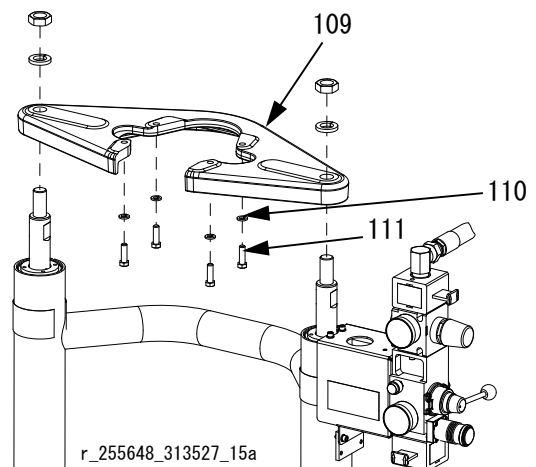

図 27 : ラム付き NXT の場合 (D60)
- b. 小さいプラテン付きの NXT の場合：モーターが取り外されていた場合、取り付けブラケット（109）にセットされているネジ（111）およびワッシャ（110）を締め付けます。図 27（27 ページ）を参照してください。
1. 信頼できるホイストを使用し、ネジ (111) およびワッシャ (110) を使用してモーターを取り付け板 (109) に取り付けます。図 27 (27 ページ) を参照してください。